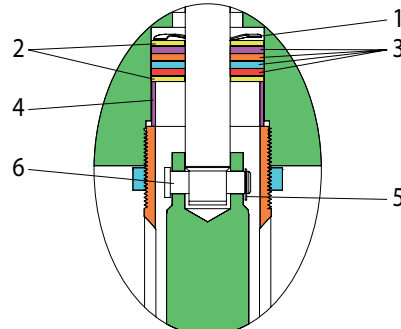

图 2
1. 拧松 (90571) 的锁紧螺母，拧下从空气马达的整个泵。这将公开 (6) 连接器插针（图2）。
2. 删除 (5) 挡圈和 (6) 连接器插针释放空气马达活塞杆从较低的泵活塞杆。
3. 删除 (4) 分隔、(2) 洗衣机、四 (3) 填料、(2) 垫圈和从空气马达腔 (1) 波浪弹簧垫圈（图 2）。